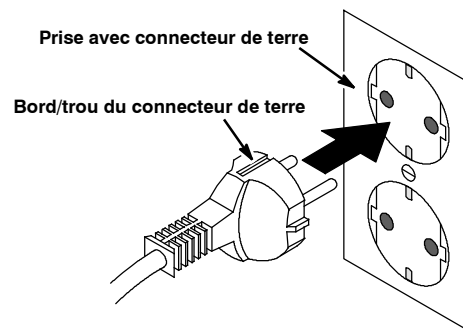

FIG. 5
2. Branchez le cordon d'alimentation sur une prise murale mise à la terre (Figure 5).